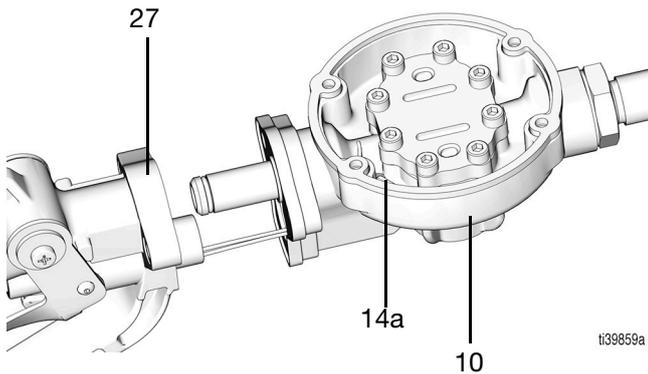

FIG. 36
4. Monte el alojamiento de la válvula (27) y el alojamiento del medidor (10) tirando suavemente de los cables de solenoide (14a) a través del orificio de acceso del alojamiento del medidor (10) (FIG. 36).